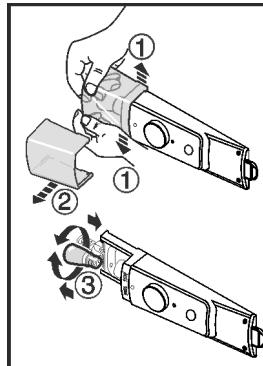

Fig. 10
- ▶ Kryt lampy podľa obrázka, vo vnútri, v prednej oblasti roztlačte Fig. 10 (1) a kryt stiahnite nabok Fig. 10 (2).
- ▶ Vymeňte žiarovku. Fig. 10 (3)